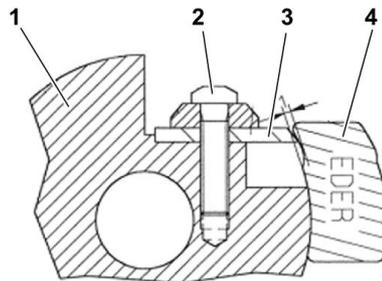

Abb. 12: Messer wechseln an der Scheibenfräse
- > Lösen Sie die Messerschraube (2 – Abb.12) leicht.
- > Legen Sie die Messerlehre (4 – Abb.12) an den Fräskopf (1 – Abb.12) an und schieben Sie das Messer (3 – Abb.12) an die Messerlehre heran, bis es den eingekerbten Bereich berührt.